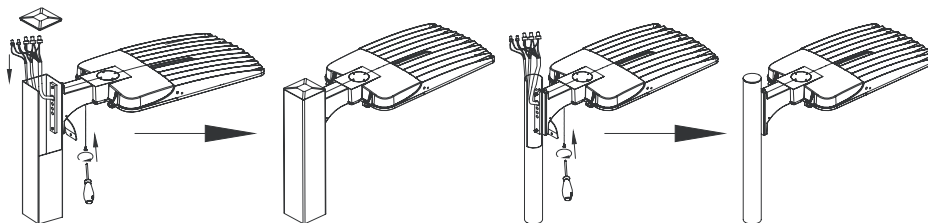

Figure 6.1
6.1. Poussez les fils connectés à l'intérieur du poteau, fermez le couvercle supérieur du poteau, puis fermez le couvercle de la boîte de connexion en serrant les vis de fixation, comme illustré à la Figure 6.1.